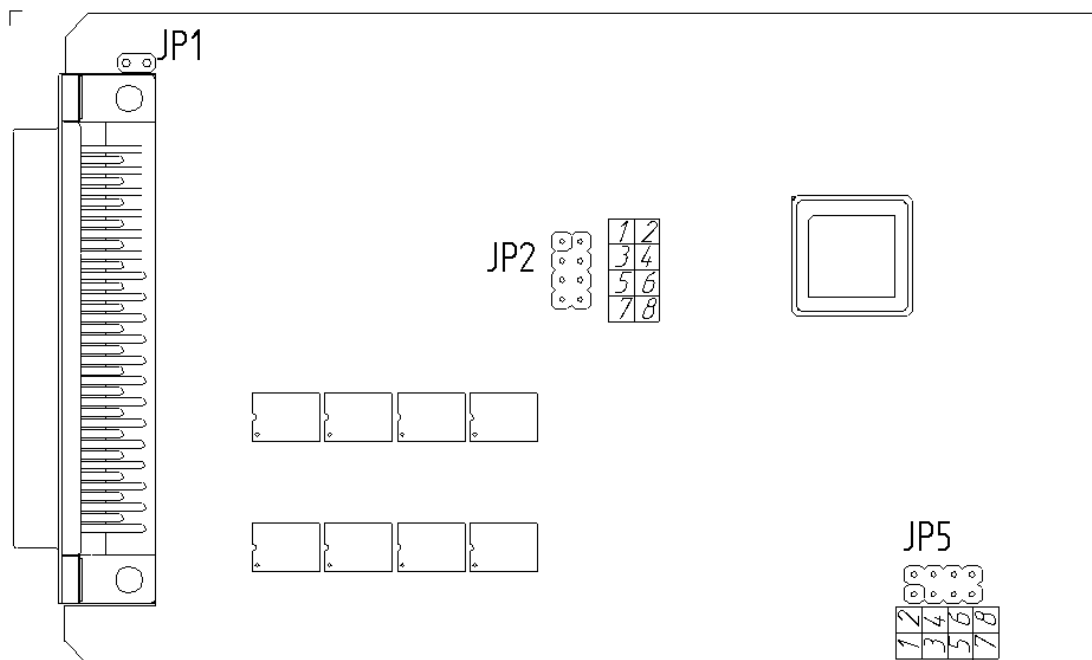

Рисунок 4.4 – Положение переключателей на плате входов
В дальнейшем по тексту руководства по эксплуатации идет ссылка на параметр из таблицы параметров Регулятора в виде XX.YY (например 11.01), где XX – номер УРОВНЯ, а YY – номер параметра (смотри рисунок 4.3 – номер уровня и рисунок 4.4 – номер параметра).
- положения переключателей на плате процессора (установленной внутри регулятора) – см. рисунок 4.4.